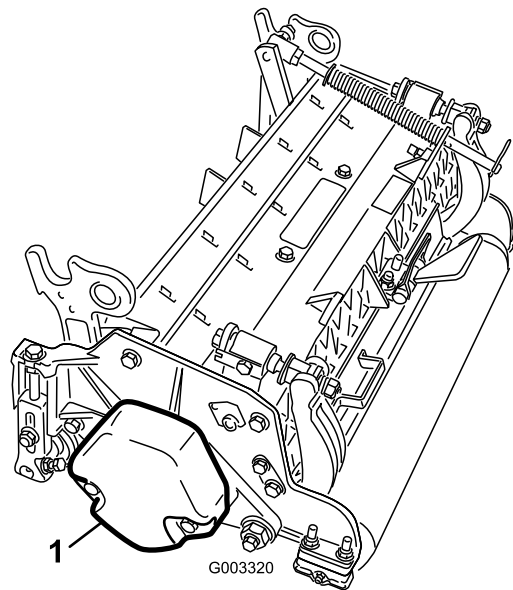

Figura 9
4. Certifique-se de que o contrapeso (Figura 9) está instalado na extremidade adequada da unidade de corte conforme descrito no *Manual do utilizador* da unidade de corte.